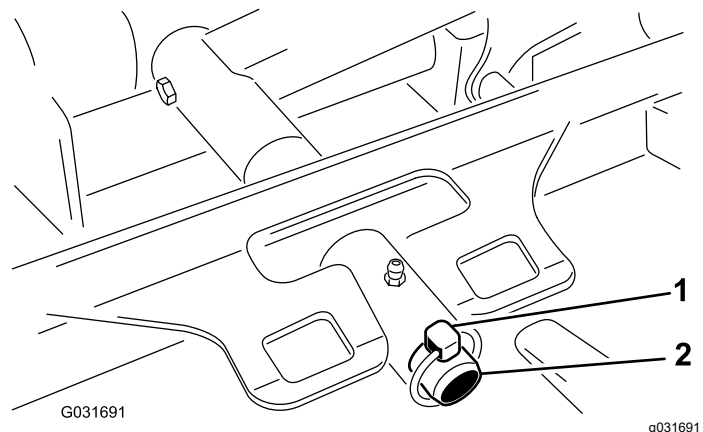

Figura 96
3. Retire o pino de sujeição que fixa a estrutura de suporte da plataforma ao pino da articulação do braço de elevação (Figura 96).
3. Deslize a estrutura de suporte da plataforma para o pino da articulação do braço de elevação e prenda-a com o pino de sujeição (Figura 96).